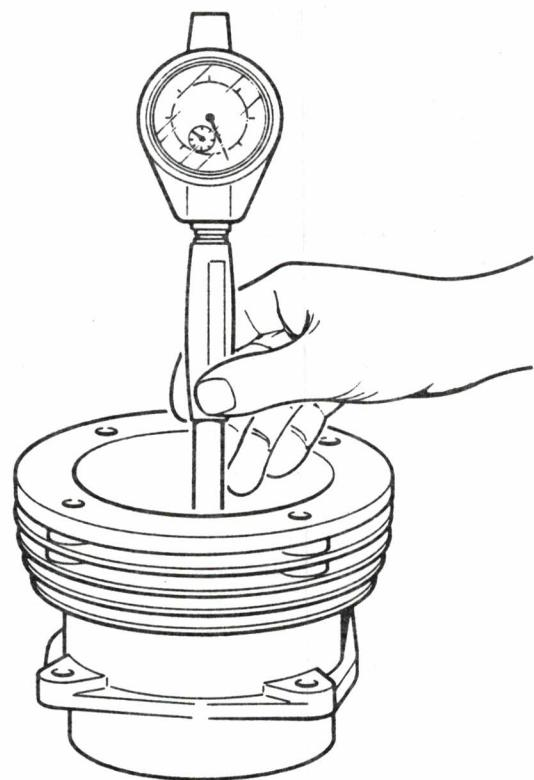

Bild 3 Zylinder vermessen
- Zylinder mit gleichmäßiger Abnutzung vor dem Wiedereinbau vermessen (Bild 3).